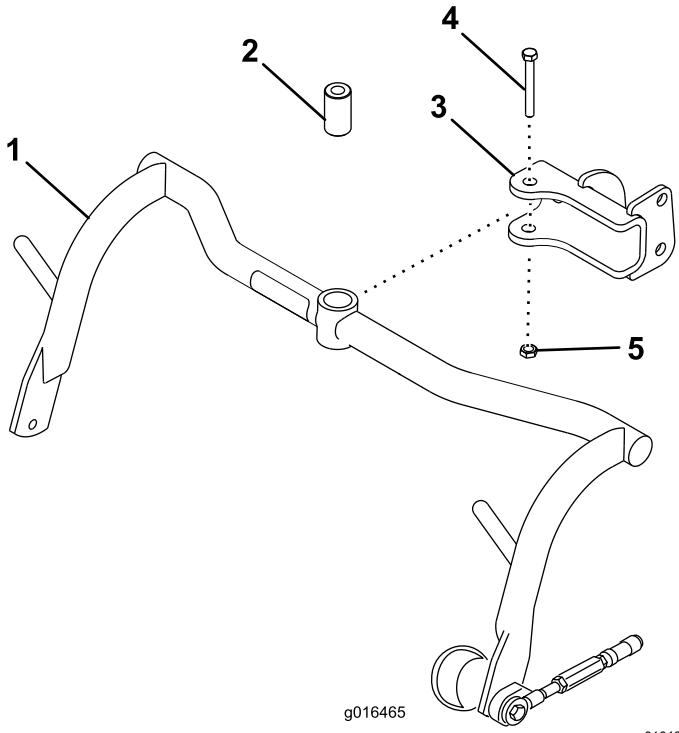

Figura 5
1. Monte um conjunto de estrutura de suporte em cada manilha com um espaçador e parafuso (1/2 pol. x 3 1/4 pol.); consulte Figura 5. Aperte com 91 a 113 N·m.